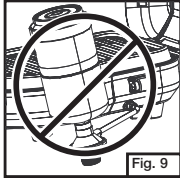

Fig. 9
- Never operate grill with propane cylinder in an inverted position. (Fig. 9)
- Nunca use la parrilla con el cilindro de propano en la posición invertida. (Fig. 9)